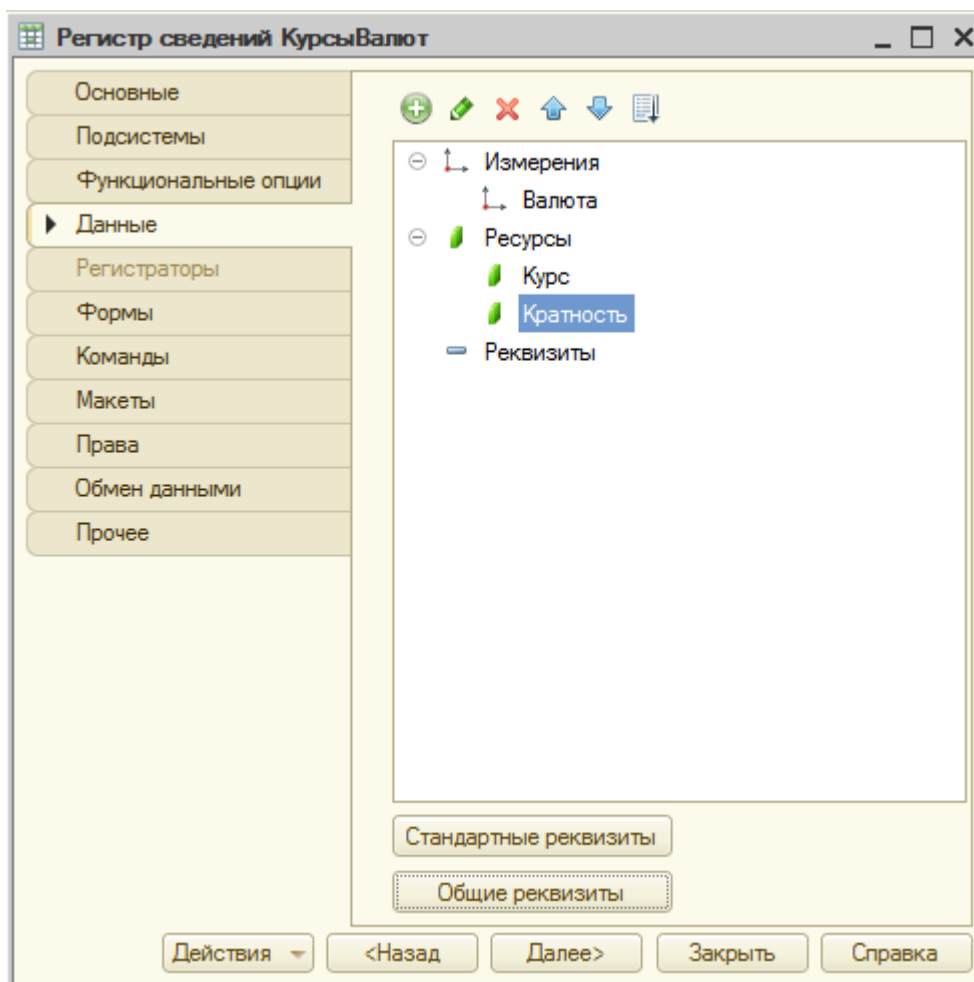

Рисунок 18.2- Настройка состава данных регистра сведений
4. На закладке **Данные** (Рисунок 18.2) добавим следующее: